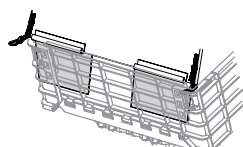

Figura 14
- IMPORTANTE:** Asegúrese de que los paneles de plástico en la parte inferior de la cubierta de malla estén dentro de las paredes del carrito, como se ilustra en la Figura 14.